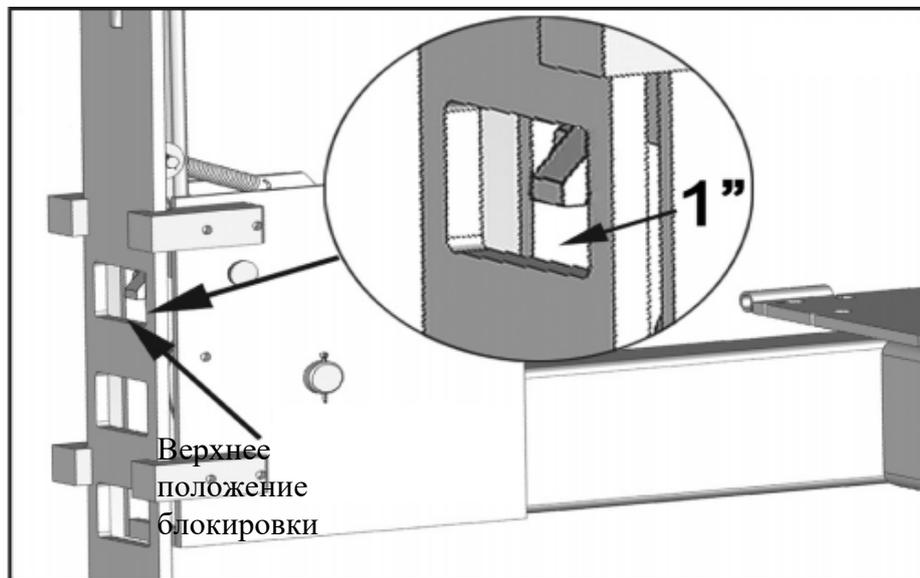

Рис. 14.2
8. Поднимите подъемник вверх до упора и опустите его так, чтобы зажимы зафиксировали платформы в верхнем положении блокировки. Отрегулируйте все стопорные пластины так, чтобы каждый стопор входил в верхнее положение блокировки на каждой стопорной пластине. Затем отрегулируйте гайки тросов так, чтобы стопоры находились на высоте не менее 2.5 см от верхнего положения блокировки. Гайки тросов должны быть затянуты так, чтобы как минимум 2.5 см резьбы выступало над верхней поверхностью гаек (см. рис. 14.2).